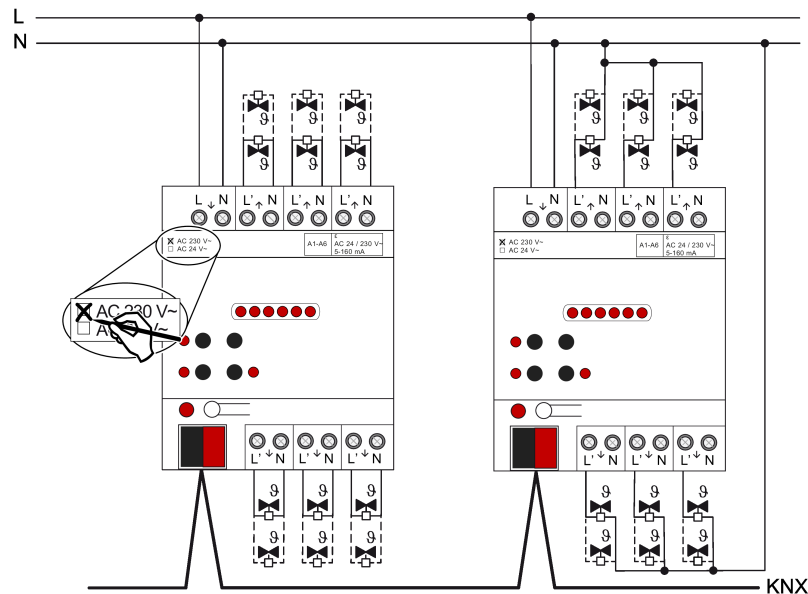

Figura 3: Collegamento per sistemi di attuazione AC 230 V (esempi di collegamento)
- Collegare i sistemi di attuazione AC 230 V secondo lo schema elettrico degli allacciamenti (Vedi figura 3). I conduttori di neutro dei sistemi di attuazione possono essere collegati direttamente ai morsetti N delle uscite dell'attuatore di riscaldamento (esempio di collegamento a sinistra), o in alternativa possono essere collegati a un potenziale N idoneo (ad es. morsetto N nel ripartitore) congiuntamente (esempio di collegamento a destra). Non è obbligatorio collegare i conduttori di neutro dei sistemi di attuazione direttamente all'attuatore.